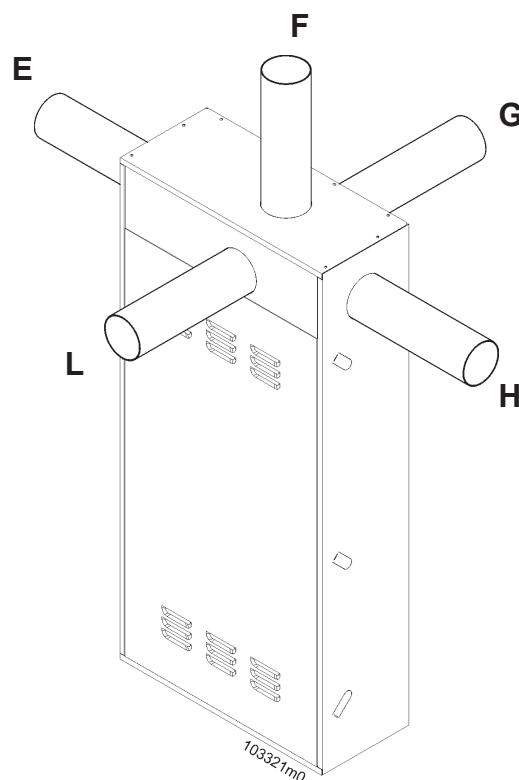

Figura 5-19 - Possibilità di orientamento dello scarico e della aspirazione con condotto coassiale.
In Figura 5-19 sono mostrate le possibilità di orientamento del condotto coassiale o del condotto singolo (qualora si decida di aspirare l'aria dall'interno dell'unità da incasso). Le posizioni ove si può orientare lo scarico/aspirazione, sono:
- 1.- scegliere il lato ove si vuole orientare lo scarico (vedi Figura 5-19);